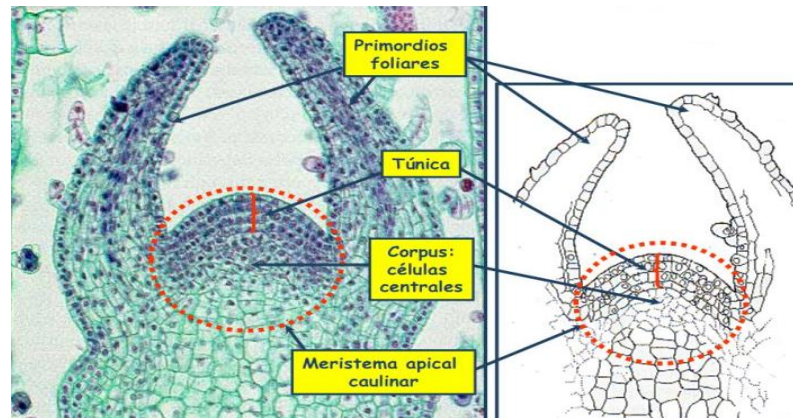

Figura 7. Meristemo apical de tallo
- Realiza un corte transversal (figura 7), lo más delgado posible, de las hojas previamente colectadas y colócalo en el portaobjetos y observa al microscopio con el objetivo de 10X.